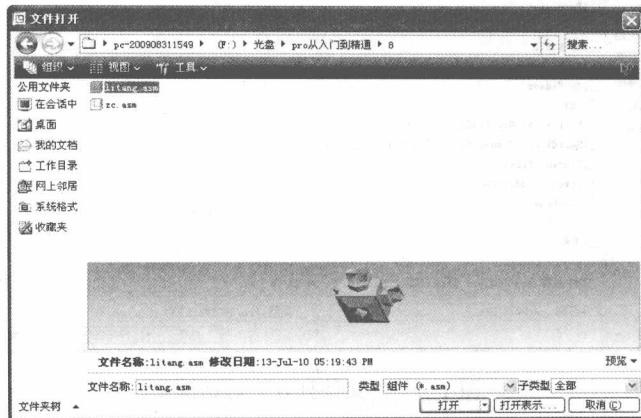

图 1-6 预览显示
**03** 如果单击“预览”按钮则可以打开扩展的预览窗口，这时选定一个文件则该文件就在预览窗口进行预览显示，如图 1-6 所示。